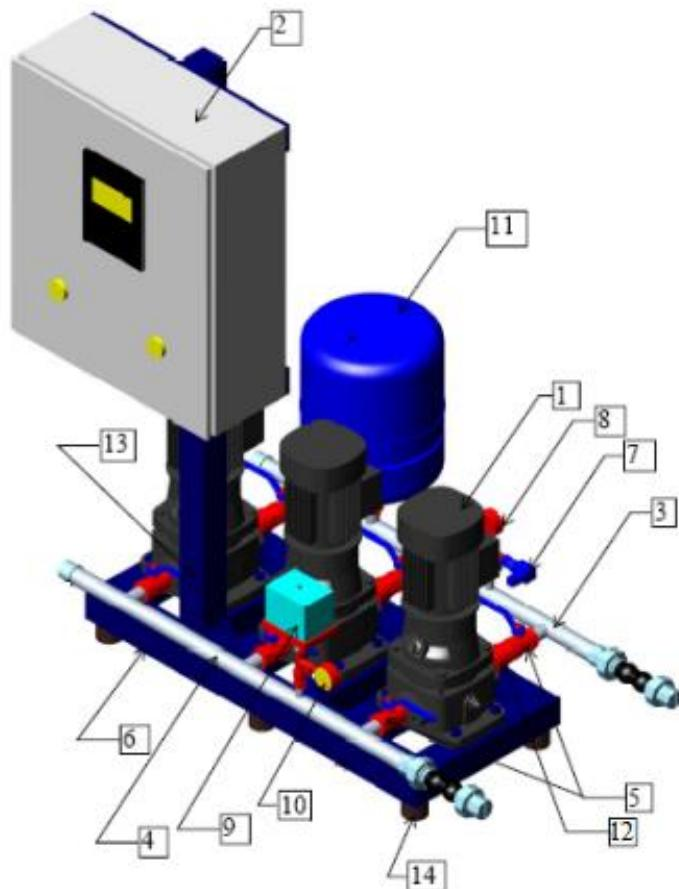

Рисунок 1 — Внешний вид установки насосной тип WaterJump-CW/-PW
Узел 1. Гидравлические и механические компоненты установки (см. рис.1): Установка размещена на каркасной раме (6) с регулируемыми по высоте виброопорами (14). Она состоит из высоконапорных центробежных насосов (1), которые объединены с помощью всасывающего (4) и напорного коллекторов (3). На каждом насосе на стороне всасывания и нагнетания установлена запорная арматура (5), на стороне нагнетания установлен обратный клапан (12). На всасывающем коллекторе установлено реле давления для защиты насосов от сухого хода (10) и манометр (9), для станций типа PW дополнительно устанавливается преобразователь давления (7), чтобы обеспечить работу установки в режиме поддержания давления. На коллекторе нагнетания установлен преобразователь давления (7) и манометр (8). Мембранный бак (гидробак) (11) предназначен для поддержания рабочего давления, защиты от гидроударов и уменьшения количества включений-выключений насосов. В станциях типа PW установка мембранных баков является дополнительной опцией.